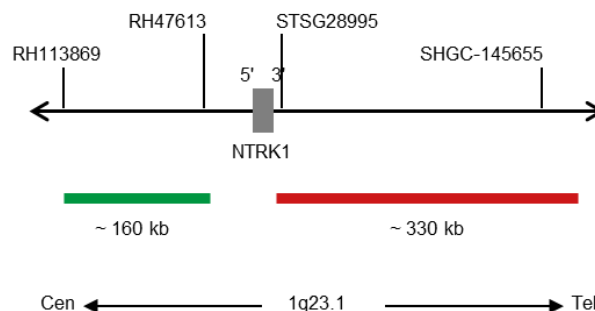

Abb. 1: SPEC NTRK1 Sondenlokalisierung (nicht maßstabsgetreu)
- Digoxigenin-markierten Polynukleotiden ($\sim 0,5 \text{ ng}/\mu\text{l}$), die gegen Sequenzen in 1q23.1* (chr1:156,621,188-156,781,745) gerichtet sind, welche proximal zur NTRK1-Bruchpunktregion lokalisiert sind (siehe Abb. 1).
- Dinitrophenyl-markierten Polynukleotiden ($\sim 0,75 \text{ ng}/\mu\text{l}$), die gegen Sequenzen in 1q23.1* (chr1:156,854,527-157,186,293) gerichtet sind, welche distal zur NTRK1-Bruchpunktregion lokalisiert sind (siehe Abb. 1).